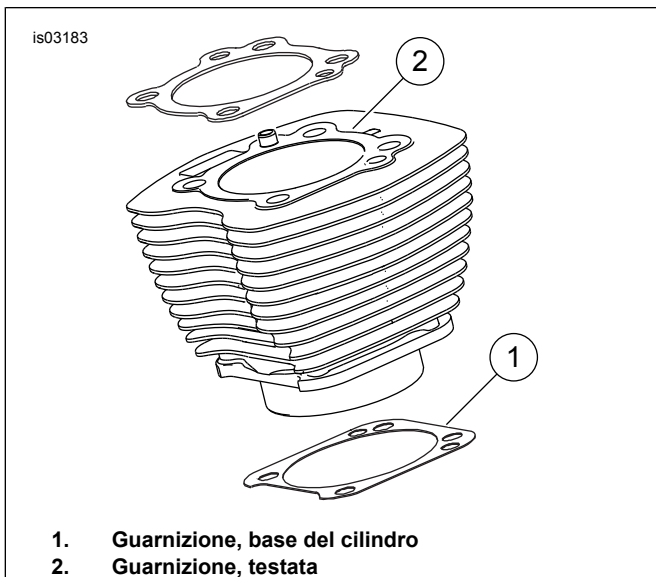

Figura 1. Guarnizioni del cilindro
Figura 1. La guarnizione della base del cilindro da 4,060 pollici (1) e la guarnizione della testata del cilindro (2) eliminano la necessità di O-ring. Non utilizzare anelli di tenuta O-ring su perni di riferimento o su codoli dei cilindri.